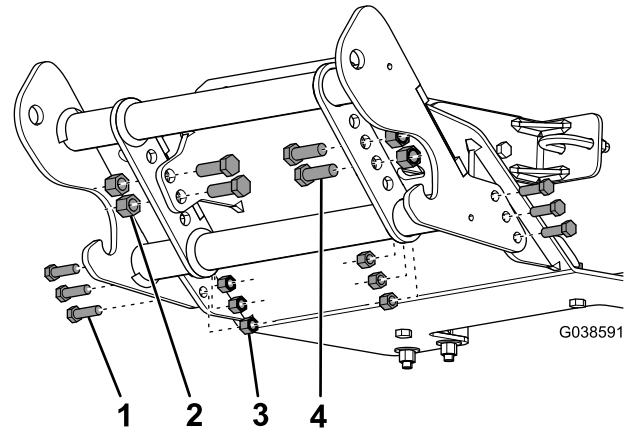

Bild 4
10. Befestigen Sie den Druckbalken mit vier Schrauben ($\frac{1}{2}$ "), vier Sicherungsmuttern ($\frac{1}{2}$ "), sechs Schrauben ($\frac{3}{8}$ ") und sechs Sicherungsmuttern ($\frac{3}{8}$ ") am Pflugunterfahrerschutz, wie in **Bild 4** abgebildet.